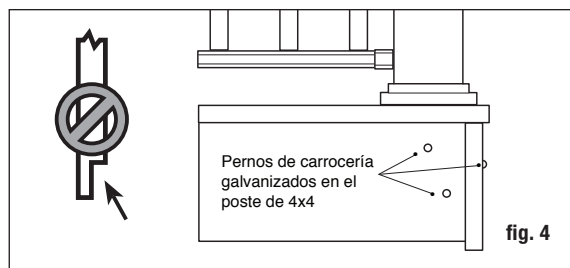

fig. 4
Paso 2 Instale los postes de barandal antes de instalar las tablas de la terraza. Postes para barandal de 10.2 x 10.2 cm (4x4 pulg.) de cedro o pino tratado a presión, o una montura para postes, ofrecen la fuerza estructural para el barandal. La longitud de cada poste se determina por el total del ancho de la viga (generalmente 18.4 cm (7-1/4 pulg.)) + el grosor de la terraza (2.5 cm (1 pulg.)) + la altura del barandal (91.4 cm (36 pulg.)) + el espacio para el tope del poste (5.08 cm (2 pulg.)) = 116.8 cm (46-1/4 pulg.). **Importante: No haga muescas en los postes de barandal de 10.2 x 10.2 cm (4x4 pulg.). Las muescas reducirán la fuerza del poste y podrían causar el colapso o falla del barandal (fig. 4).**
Paso 3 Posicione, alinee verticalmente con un nivel, y sujete con abrazaderas el poste de barandal a la cara interior de la viga. Vuelva a alinear verticalmente. El poste de barandal de 10.2 x 10.2 cm (4x4 pulg.) debe sujetarse con pernos al interior de las vigas usando dos pernos de carrocería galvanizados de 1.27 x 15.24 cm (1/2 x 6 pulg.). Los postes en esquinas requieren un tercer perno de carrocería insertado a través de la viga adyacente (fig. 4).
Importante: No haga muescas en los postes de barandal de 10.2 x 10.2 cm (4x4 pulg.). Las muescas reducirán la fuerza del poste y podrían causar el colapso o falla del barandal (fig. 4).